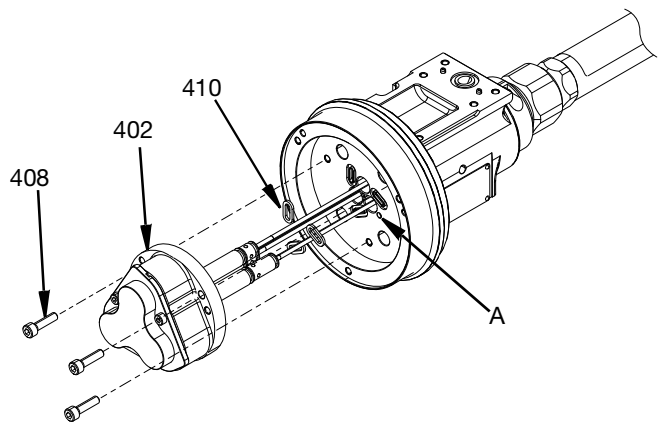

FIG. 34
10. Aplique una fina capa de grasa de litio en las juntas de aire (410) e insértelas en el cuerpo central (301).
11. Aplique una fina capa de grasa de litio en las juntas tóricas (415) y (416). Inserte el conjunto del cilindro de aire en el cuerpo central (301). Aplique lubricante antiagarrotamiento a los tornillos M5 (408) y apriete a 6,5 N•m (57,5 lb-pulg.).
NOTA: El hoyuelo (A) en la cara del cuerpo central (301) se alinea con la guía de sellado del cojinete largo (414). Consulte la FIG. 34.